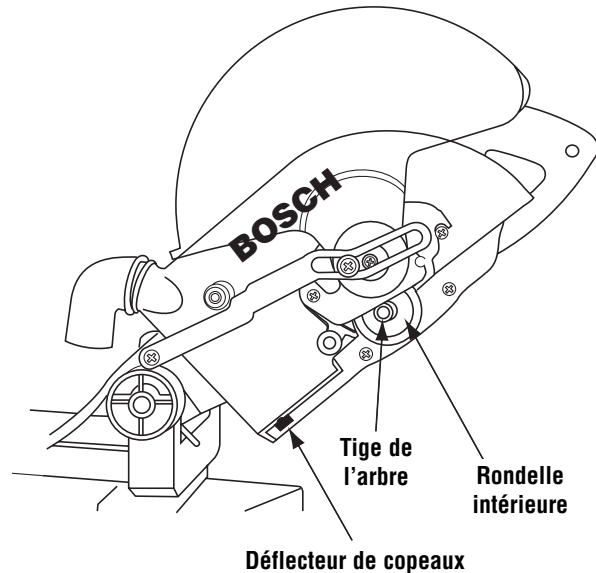

Figure 3. Pose de lame
7. Pour poser la lame de 10 po, insérez la lame entre les déflecteurs de copeaux et sur la tige de l'arbre (Figure 3). REMARQUE : Assurez-vous que la flèche de rotation de la lame correspond à la flèche de rotation en sens horaire sur le protecteur inférieur.